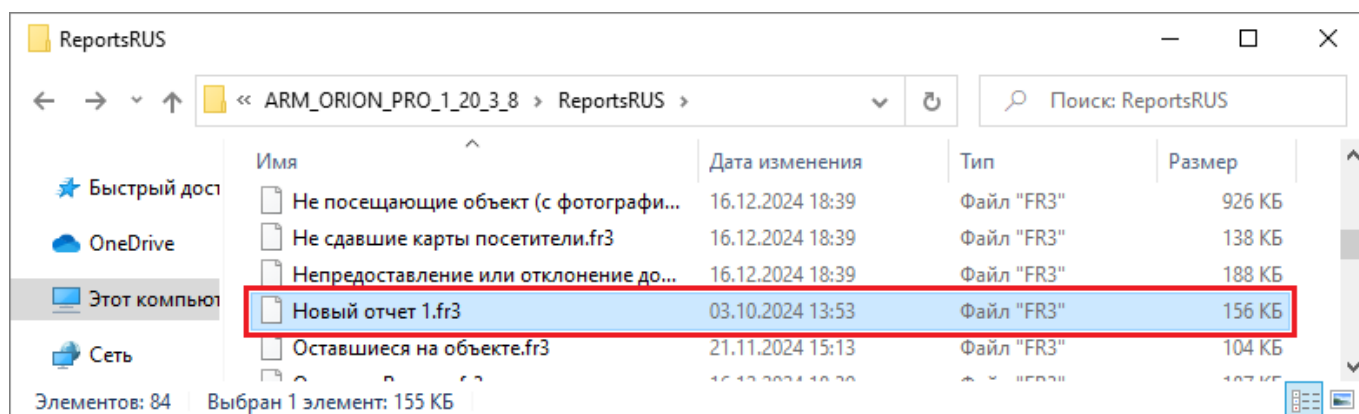

Рисунок 10-288 Макет отчета в папке ReportsRUS
- в папку «ReportsRUS», находящуюся в папке с установленным АРМ «Орион Про», будет добавлен макет добавленного отчета (см. Рисунок 10-288).